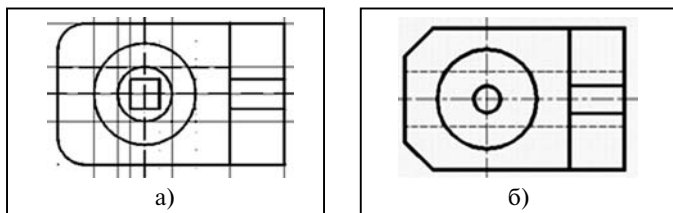

Рис. 6.13. Преобразование формы детали:
3. Удалить окружность верхнего основания конической бобышки на виде сверху с помощью команды «Стереть» (рис. 6.13).